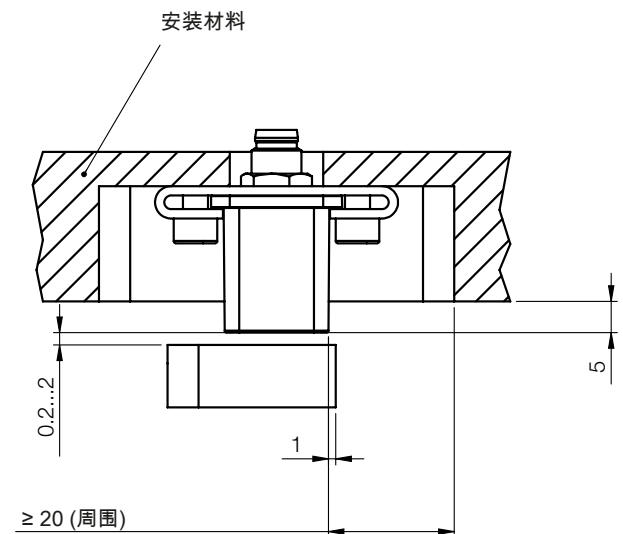

图 4-3: 安装尺寸
- 为将安装材料对测量信号产生的影响降到最低，在BIP有效面的四周应留出约20 mm的无金属空间(见图 4-3)。如果除了位置传感器之外，BIP还识别到了其他金属部件，则会导致无效的测量信号。